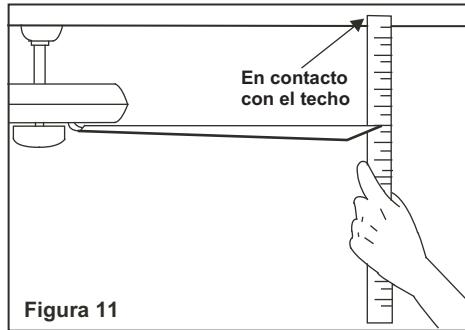

Figura 11
2. La mayoría de los problemas de oscilación se originan cuando los niveles de las aspas son desiguales. Revisar este nivel por medio de seleccionar un punto del techo por encima de la punta de una de las aspas. Medir esta distancia como se muestra en la Figura 11. Rotar el ventilador hasta que la siguiente aspa esté ubicada para medición, procedimiento para cada aspa. Las medidas repetidas deben hacerse y deben mantenerse dentro de 1/8 pulgadas (3mm).